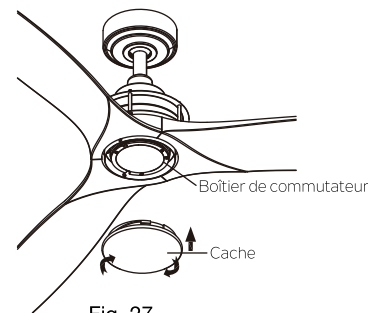

Fig. 27
Étape 8. Sécurisez le cache au boîtier de commutateur en tournant dans le sens horaire. Ne pas serrer avec excès (Fig. 27)